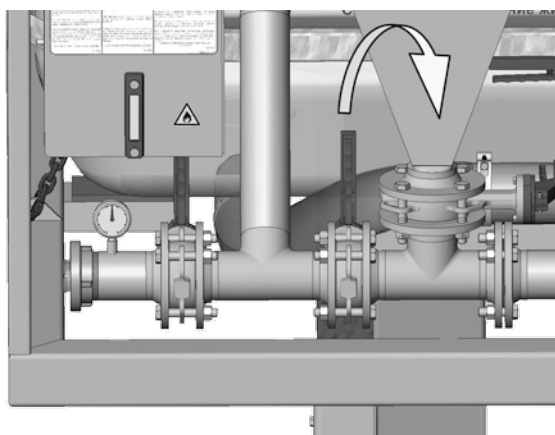

Abb. 24 Absperrklappe links neben dem Bentonit-Einfülltrichter öffnen
6. Absperrklappe links von der Mischdüse unten am Bentonit-Einfülltrichter öffnen (in waagerechte Position drehen, Abb. 24).